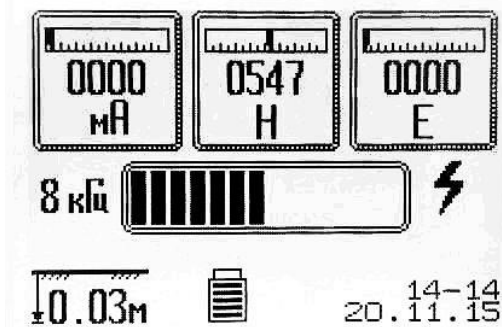
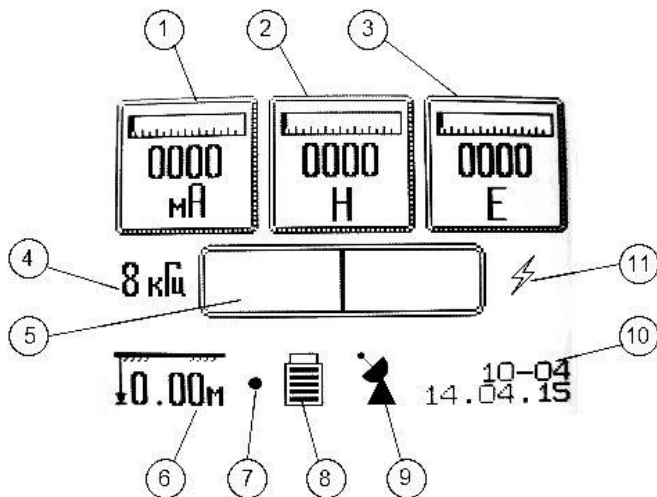

Рисунок 4.2
Рисунок 4.3
5.3 В начале трассировки необходимо ориентироваться на показания Н-поля (рисунок 4.2). На экране будет выводиться «полоска уровня», позволяющая оценивать момент приближения к оси трассы по количеству рисок. Чем больше отклонение полоски уровня и показания Н-поля, тем ближе оператор к оси трассы. После нахождения оси коммуникации, дальнейшая трассировка происходит по маркеру наведения (поз.5 рисунок 4.3).
5.4 Наблюдение всех определяемых величин производить по дисплею трассоискателя (рисунок 4.3):